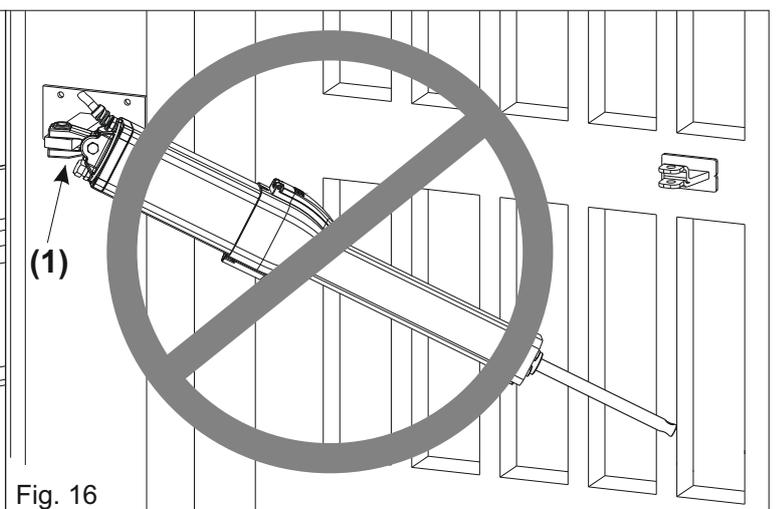

Fig. 16
**⚠ No incline el operador** más allá del ángulo permitido por la horquilla oscilante (1), de lo contrario podría romperse (Fig.16)